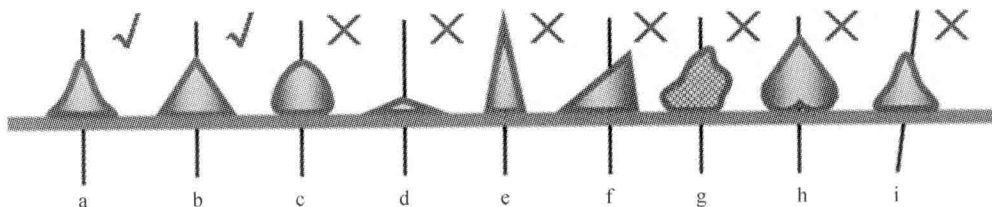

图 1-5 焊点的各种形状（一）
(2) 焊点的正确形状。焊点的各种形状如图 1-5 所示，焊点 a 一般焊接得比较牢固；焊点 b 为理想状态，一般不易焊出这样的形状；焊点 c 焊锡较多，当焊盘较小时，可能会出现这种情况，但是往往有虚焊的可能；焊点 d、e 焊锡太少；焊点 f 提烙铁时方向不合适，造成焊点形状不规则；焊点 g 烙铁温度不够，焊点呈碎渣状，这种情况多数为虚焊；焊点 h 焊盘与焊点之间有缝隙，为虚焊或接触不良；焊点 i 引脚放置歪斜。一般形状不正确的焊点，元件多数没有焊接牢固，一般为虚焊点，应重焊。